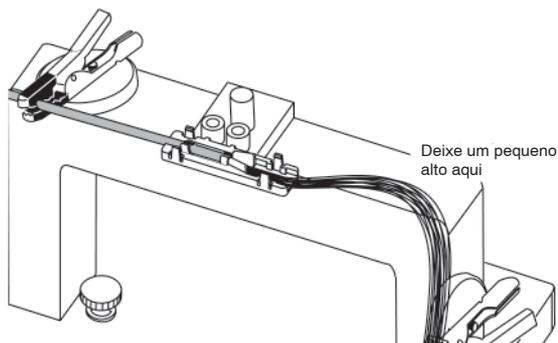

Figura 17
*Deixe um pequeno alto de fibras entre o corpo do BTF e o conjunto 900 $\mu\text{m}$  para evitar a quebra da fibra durante passos do procedimento a efectuar mais tarde (Figura 17).*